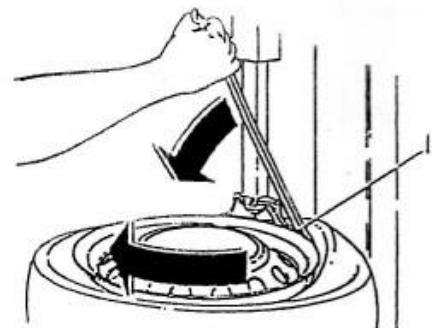
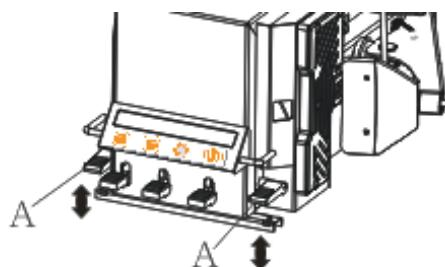

Abb. 17
Abb. 19
- Legen Sie den Reifen-Heber zwischen den Reifen und den vorderen Teil des Montagekopfs. Folgend platzieren Sie den Rand des Reifens über den Montagekopf (Abb. 17).
- Mit dem Reifen-Heber (Abb. 17) in dieser Position, lassen Sie die Drehscheibe im Uhrzeigersinn drehen durch Druck auf Pedal A(Abb. 19) aus zu üben, Der Reifen löst sich von der Felge solange Sie die Pedale bedienen und die Scheibe dreht!
- Drücken Sie den Reifen von Hand nach unten in die Felge. Bedienen Sie derweil Pedal A (Abb. 19) um die Drehscheibe im Uhrzeigersinn zu führen bis die Felge den Reifen vollständig umschließt. (Abb.22A).